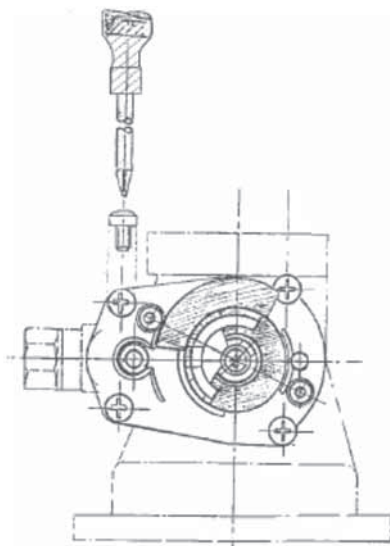

рис.11
4. Снимите механизм газового клапана (рис. 11).